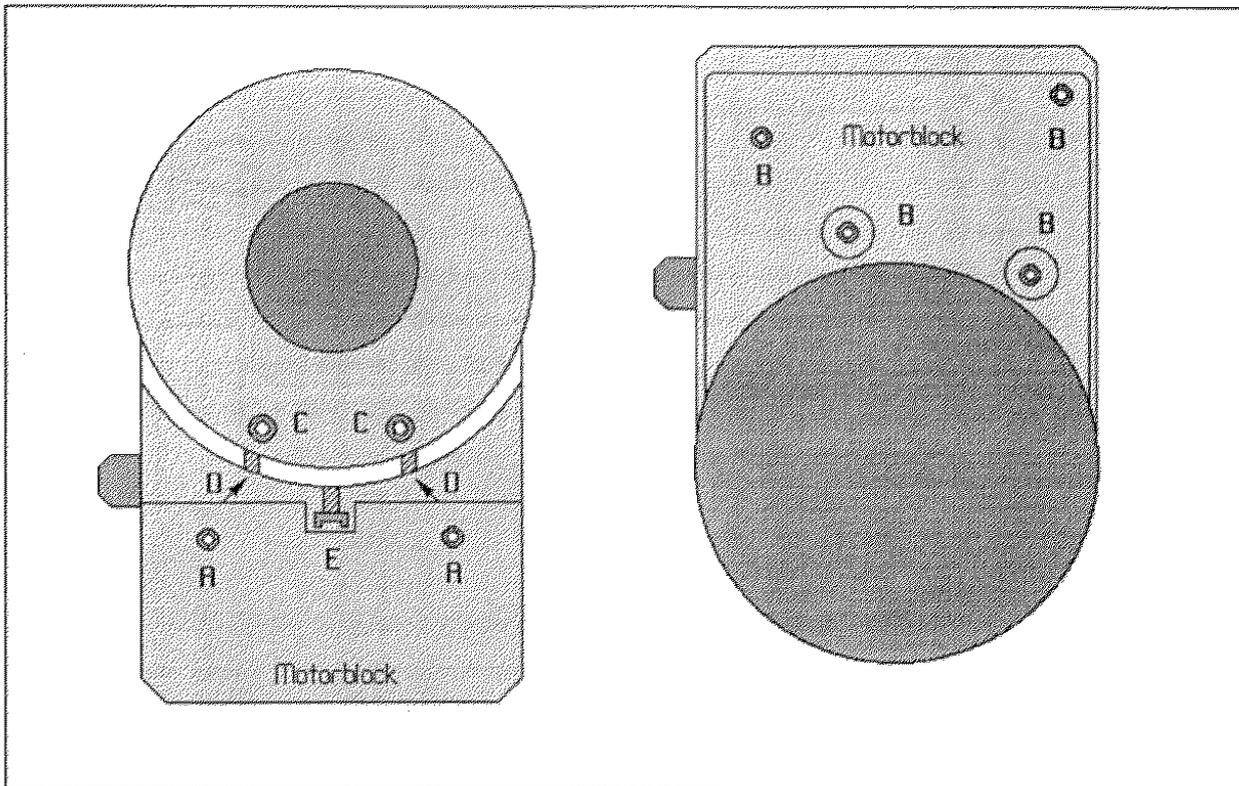
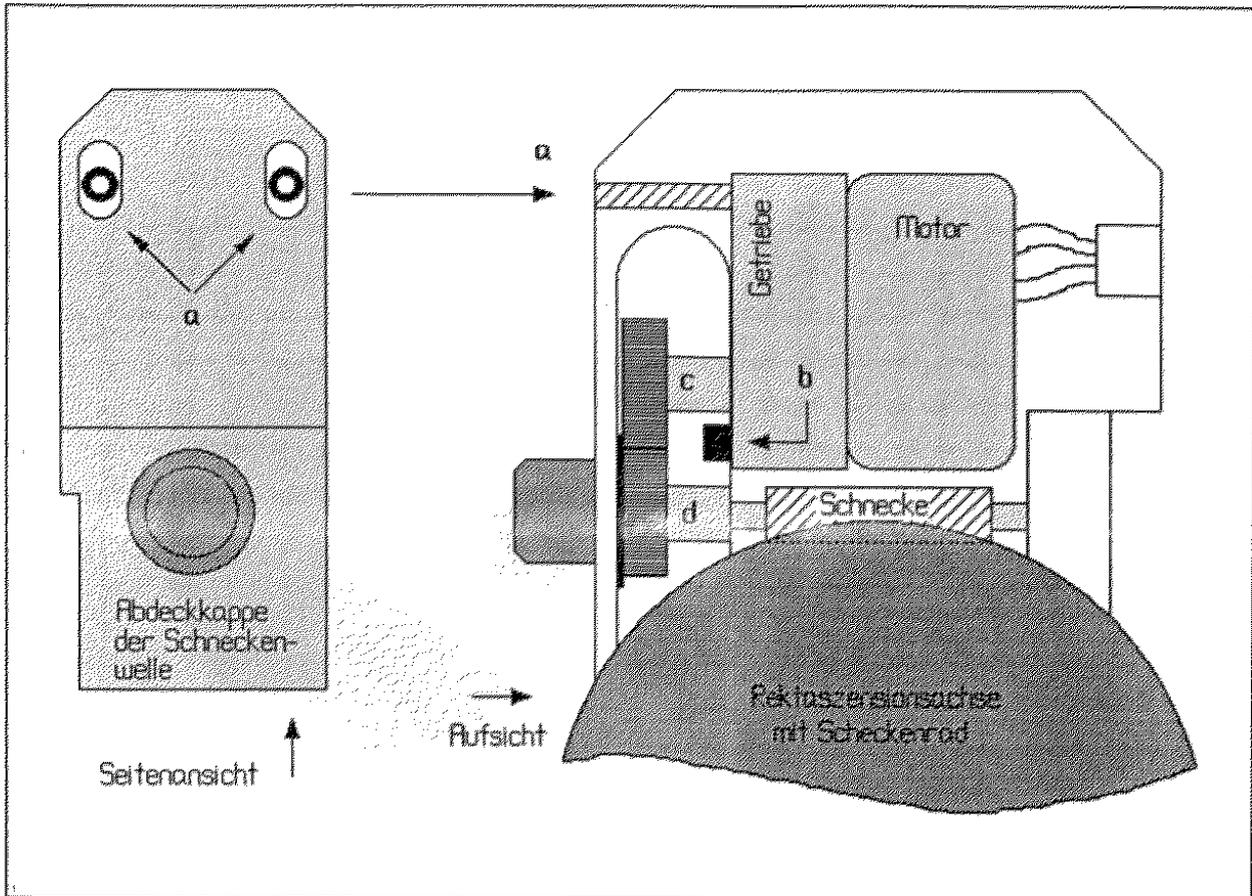

Abbildung 8: Blick auf die Deklinationsachse der AP 400 bei abgeschraubter Montageplatte
Abbildung 9: Blick von unten (und von der Seite) auf die Rektaszensionsachse mit geöffnetem Motor-Getriebeblock
Abbildung 8 zeigt Ihnen eine Aufsicht und einen Blick von unten auf die Deklinationsachse. Mit den Schrauben (A) und (B, nur die beiden eingekreisten) entfernen Sie den kompletten Antriebsblock mit Motor und Abdeckkappe.
Diese Justierung kann für beide Achsen ohne Entfernen der Deklinationsachse durchgeführt werden. Abbildung 9 zeigt Ihnen eine Auf- und die Seitenansicht des RA-Motorblocks.
Entfernen Sie zuerst die Abdeckplatte des Motorgehäuses, indem Sie diesmal alle vier Schrauben (B, Abbildung 8) heraus-schrauben. Nun lösen Sie den kompletten Motorblock mit den Schrauben A (Abb. 8). Jetzt entfernen Sie die Schraube b (Abb. 9). Befestigen Sie nun den kompletten Motorblock mit den Schrauben A (Abb. 8) wieder am Schneckenblock. Die Justierung zwischen den beiden Zahnrädern (Abb. 9, c und d) geschieht durch die Schrauben a (Abb. 9).
Sie müssen nun den Motorblock wieder entfernen, die Schraube b (Abb. 9) wieder einfügen, den Motorblock wieder ansetzen und zum Schluß das Abdeckblech auf der Einheit wieder befestigen.